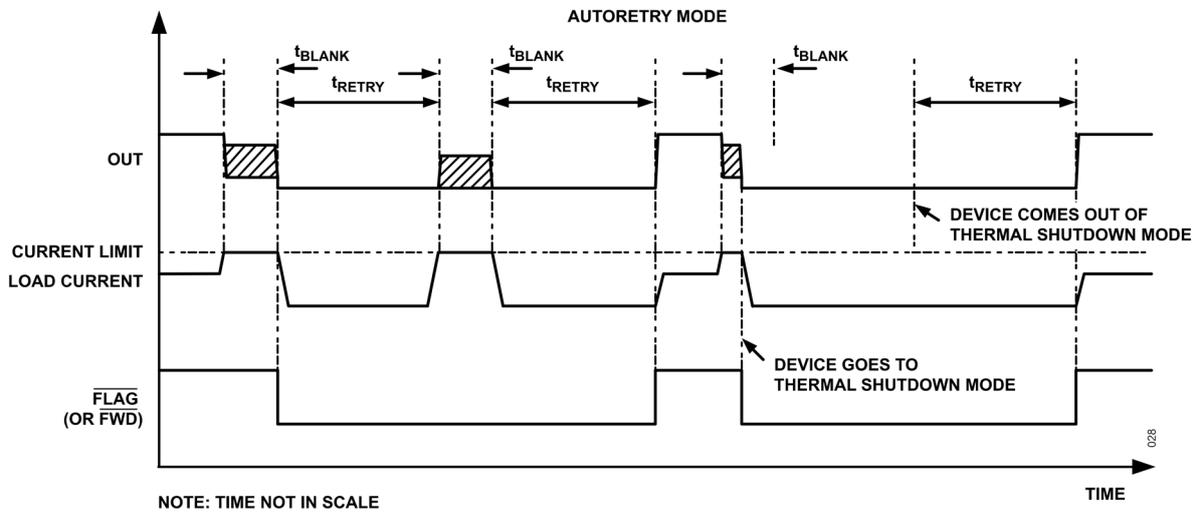
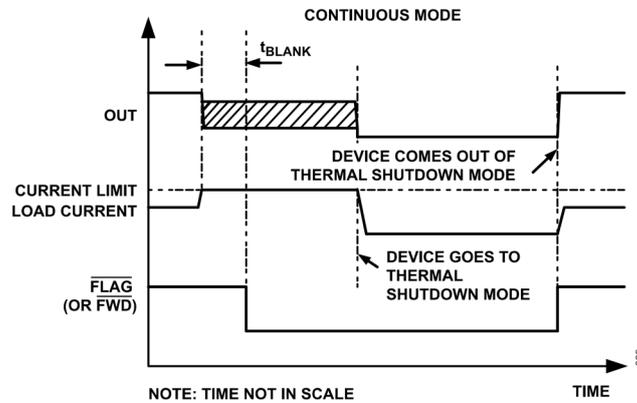
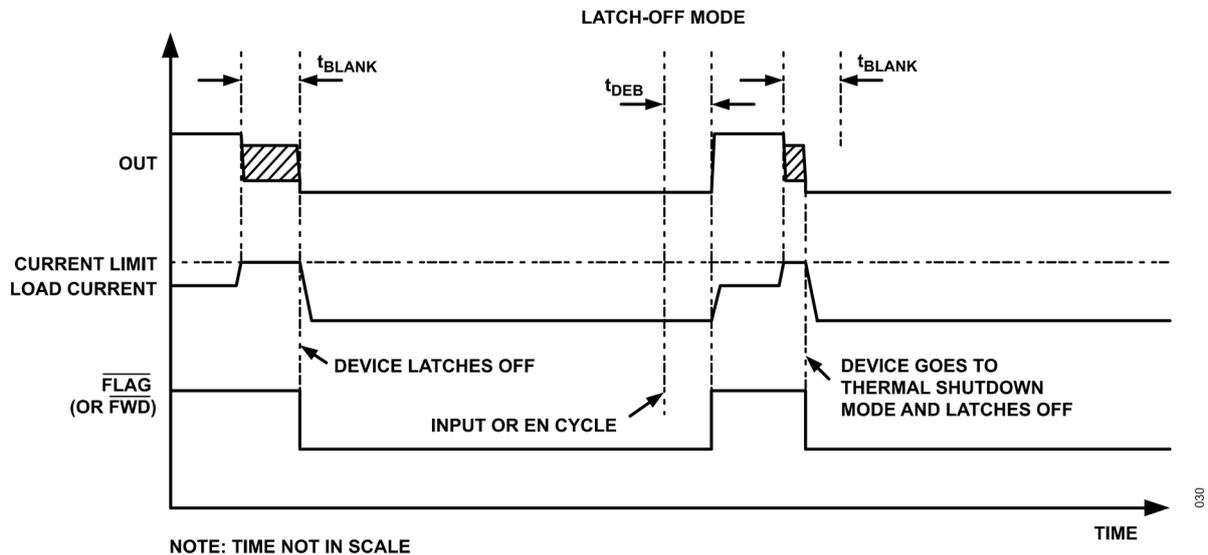

図 28. オートリトライ・モード時のフォルト・タイミング図
図 29. 連続モード時のフォルト・タイミング図
図 30. ラッチオフ・モード時のフォルト・タイミング図
40ms（代表値）の  $t_{BLANK}$  と 600ms（代表値）の  $t_{RETRY}$  を仮定すると、デューティ・サイクルは 6.25% になり、全時間スイッチがオンであった場合と比較して 93.75% の電力削減となります。オートリトライ電流制限モードの代表的な動作を 図 28 に示します。
連続電流制限モードでは、デバイスを通る電流が電流制限スレッシュホールドに達すると、デバイスが出力電流を設定済みの電流制限値に制限します。過電流状態が  $t_{BLANK}$  の時間継続すると  $\overline{FLAG}$ （または  $\overline{FWD}$ ）ピンがアサートされ、過電流状態が解消されるとデアサートされます。連続電流制限モードの代表的な動作を 図 29 に示します。
ラッチオフ電流制限モードでは、デバイスを流れる電流が電流制限スレッシュホールドに達すると、 $t_{BLANK}$  タイマーがカウントを開始します。過電流状態の時間が  $t_{BLANK}$  を超えると、 $\overline{FLAG}$  (または  $\overline{FWD}$ ) ピンがアサートされます。 $t_{BLANK}$  が経過する前に過電流状態が解消されると、タイマーはリセットされます。過電流状態が  $t_{BLANK}$  を超えて継続すると、スイッチがオフになりその状態を維持します。スイッチをリセットするには、制御ロジック (EN) をトグルするか、入力電圧を一度オフにしてから再びオンにします。ラッチオフ電流制限モードの代表的な動作を図 30 に示します。
加熱制限の動作は電流制限と同様です。オートリトライ・モードでは、加熱制限はオートリトライ・タイマー付きで動作します。ジャンクション温度がサーマル・シャットダウンの立下がりスレッショルドを下回ると、デバイスはリトライ時間後にオンになります。ラッチオフ・モードでは、電源の再投入または  $\text{EN}$  の再イネーブルまでデバイスはラッチオフされます。連続モードでは、温度が制限値を超過している間だけディスエーブルされます。温度保護にはブランキング時間はありません。図 28、図 29、図 30 に、各種電流制限モードでの代表的な動作を示します。